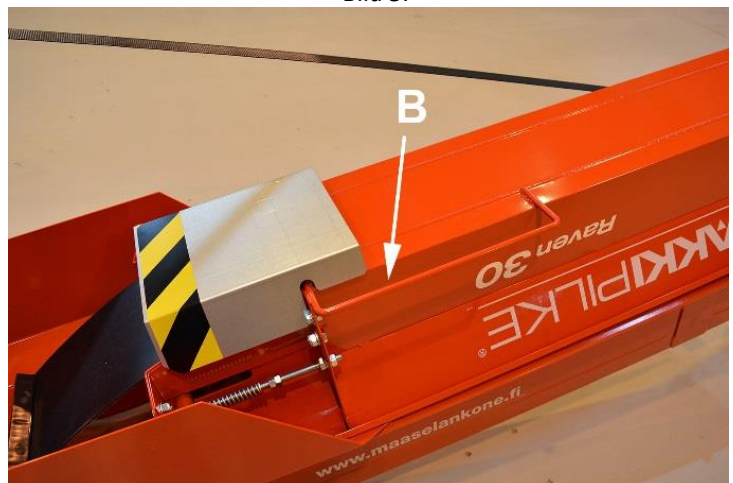
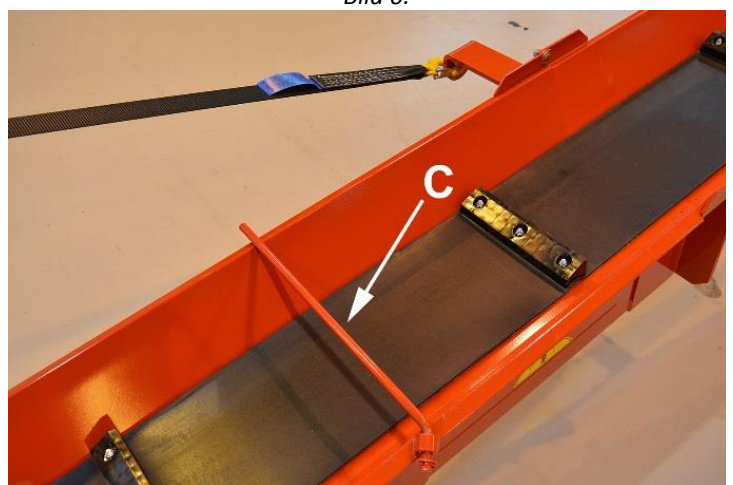

Bild 6.
Bild 7.
4. Vänd transportörens övre del till driftläge genom att använda handtag B på bild 6.
5. Vänd stödstång C för utmatningstransportörens band på bild 7 åt sidan.
3. Vänd stödstång C på bild 7 ovanpå bandet och vänd därefter transportörens övre del ovanpå den nedre delen med hjälp av handtag B på bild 6.